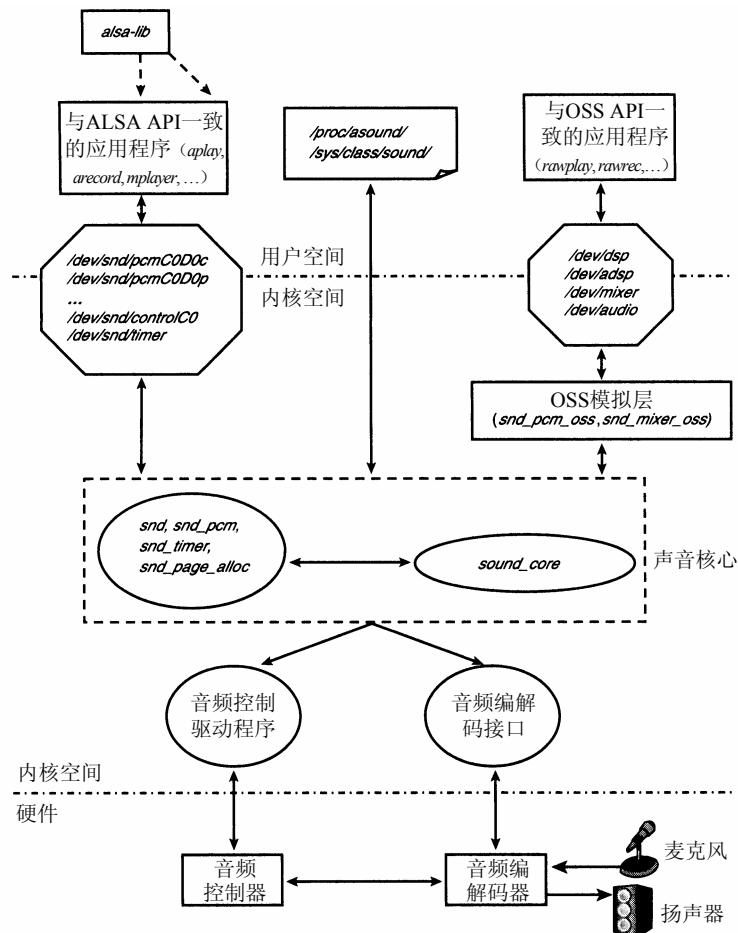

图13-3 Linux声音(Alsa)子系统
参见图13-3可以明白Linux声音子系统的架构。声音子系统各部分如下。
- 声音核心。它是代码基石，由例程和结构体组成，Linux声音层的其他部分均可调用。就像其他驱动程序子系统的核心层一样，声音核心有一定程度的隔离，使得声音子系统的每个部件都与其他部件无关。核心也提供了向应用层输出ALSA API的重要功能。图13-3中显示的/dev/snd/*设备结点由ALSA核心创建和管理：/dev/snd/controlC0是一个控制结点（应用程序用它来控制音量等），/dev/snd/pcmC0D0p是播放设备（设备名的最后字符p表示播放），/dev/snd/pcmC0D0c是录音设备（设备名最后的字符c表示采样捕获）。这些设备名中，C后的整数是卡号，D后的是设备号。一个有话音编解码器和立体声音音乐编解码器的ALSA驱动程序可能会为前者输出用于读声音流的/dev/snd/pcmC0D0p，为后者输出用于生成音乐声道的/dev/snd/pcmC0D1p。